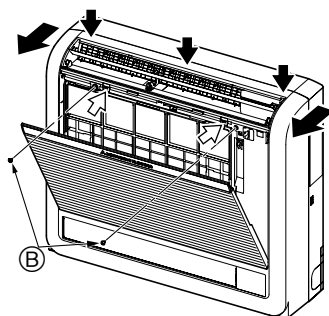

Fig. 3-3
- 1) Prima as 2 posições indicadas pelas setas → e abra a grelha frontal. (Fig. 3-3)